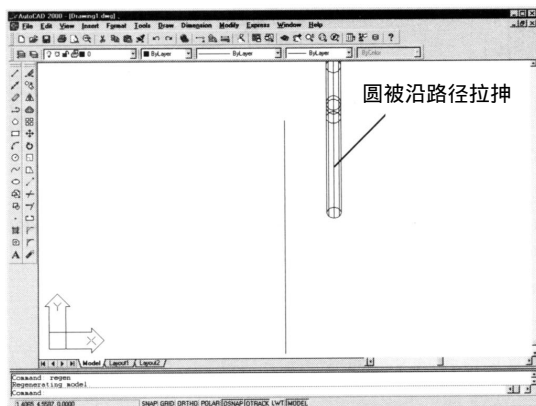

图35-15 沿着曲线路径拉伸圆(12根网格)
6) 将网格密度设为4，管道可能不是很像。使用系统变量Isolines产生更密的网格(见图35-15)。